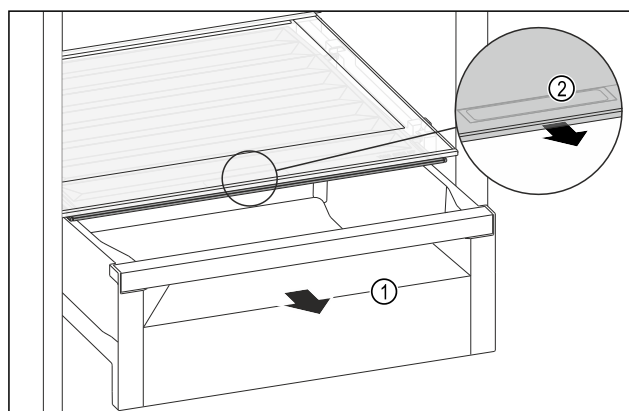

Fig. 206
- Zásuvku Fig. 206 (1) vytáhněte.
- Uchopte prohlubeň pro rukojeť Fig. 206 (2) na víku zásuvky a současně zatáhněte za víko zásuvky směrem dopředu.